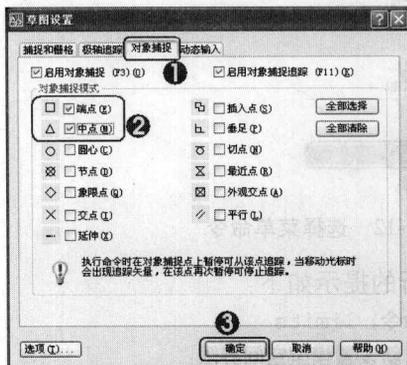

图 1-15 设置对象捕捉
(5) 打开“草图设置”对话框，在“对象捕捉”选项卡①中单击 **【端点】** 和 **【中点】** 项②，然后单击 **【确定】** 按钮③，如图 1-15 所示。